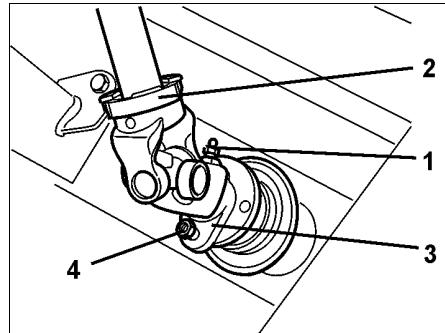

Рис. 22
- Выкрутите пресс-масленку (Рис. 22/1) и установите карданный вал (Рис. 22/2).
- Вилку (Рис. 22/3) закрепите при помощи срезного болта (Рис. 22/4).
- Вкрутите пресс-масленку (Рис. 22/1).